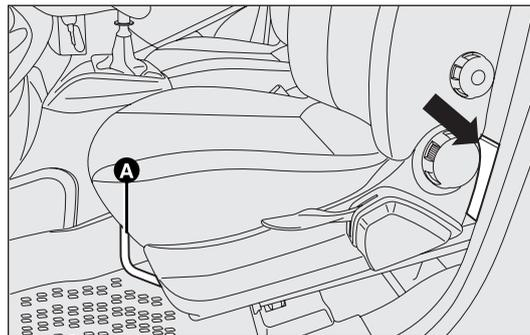

fig. 129
- para versiones Cargo fig. 129: desplace hacia delante el asiento delantero izquierdo actuando en la palanca A para retirar la bolsa de herramientas y póngala al lado de la rueda que se tiene que sustituir;